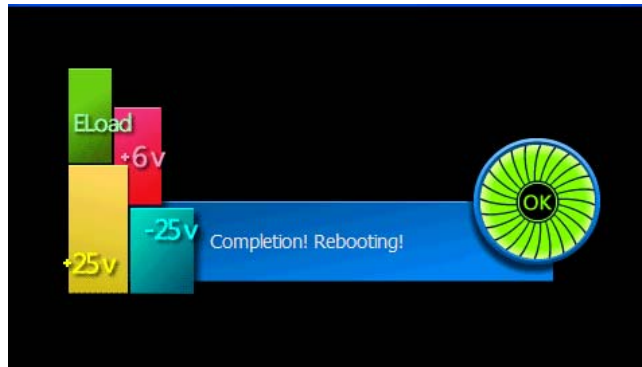

图 6.26 等待机器升级成功
⑥ DCP8325L会进入升级界面，等待升级成功。升级成功后的提示如图 6.26 所示。